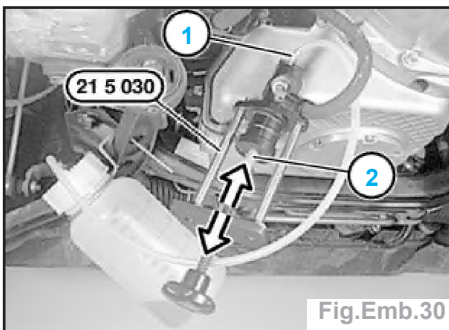

Fig. Emb.30
- Brancher le flexible de purge sur le purgeur (1) (Fig.Emb.30).
- Maintenir le cylindre récepteur d'embrayage dans la position indiquée (Fig.Emb.30) à l'aide de l'outil 21 5 030.
- Ouvrir le purgeur (1).